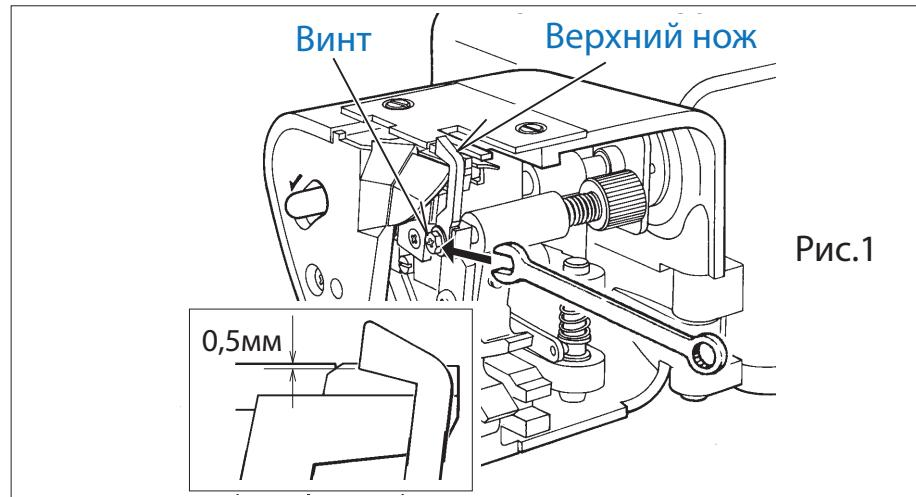

Рис.1
1. Открутите винт и достаньте подвижный (верхний) нож (Рис.1).